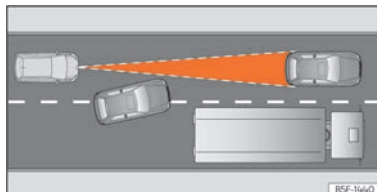

Fig. 108 Canvi de carril d'un vehicle.
- Vehicles que canviïn al carril pel qual esteu circulant i a poca distància del vostre vehicle >>> **fig. 108.**